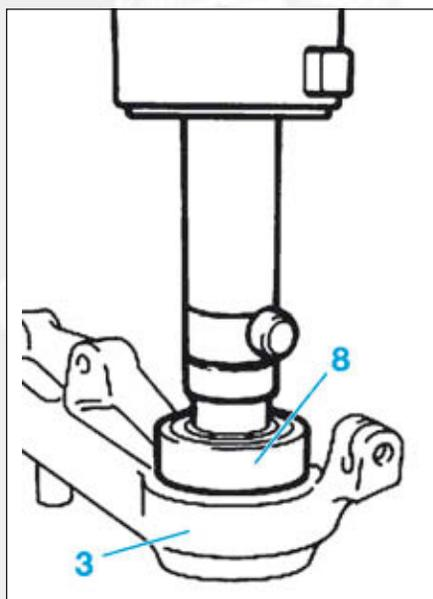

FIG.21
- Reposer un roulement neuf (8) sur le pivot (3) à l'aide de la presse (Fig.21).